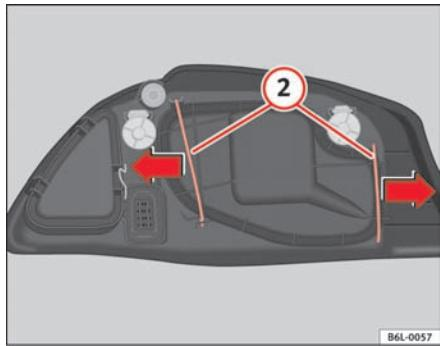

Fig. 142 Lámpara luz de cruce
- Desplace los tirantes 2 ⇒ fig. 142 hacia afuera, en el sentido de las flechas y retire la tapa.
- Coloque la tapa de plástico y coloque los tirantes 2 ⇒ fig. 142.